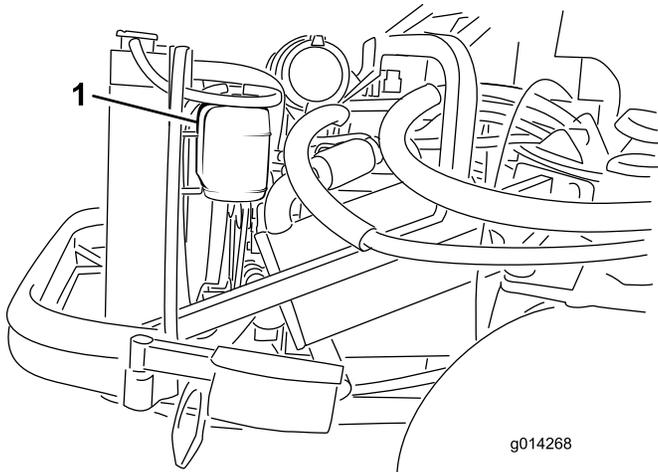

Bild 33
1. **Prüfen Sie den Kühlmittelstand im Ausdehnungsgefäß (Bild 33). Er muss sich zwischen den Marken an der Seite des Gefäßes befinden.**